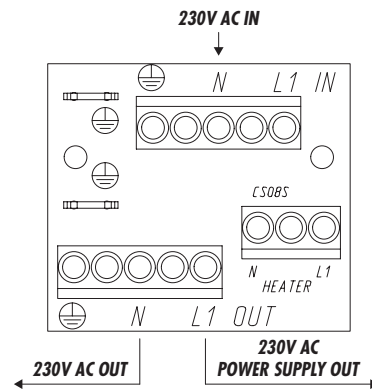

Fig. 6
- Il circuito risulterà connesso tramite i morsetti indicati nello schema (Fig. 6) nel caso di tensione di alimentazione del riscaldamento di 230V AC.
- When the heater power supply voltage is 230V AC the circuit will be connected via the terminals shown in the diagram (Fig. 6).
- Le circuit est connecté entre les bornes indiquées sur le schéma (Fig. 6) en cas de tension d'alimentation du chauffage de 230V AC.
- Der Stromkreis wird angeschlossen mit den Klemmen, die im Schema (Fig. 6) für den Fall einer Spannungsversorgung der Heizung mit 230V AC genannt sind.